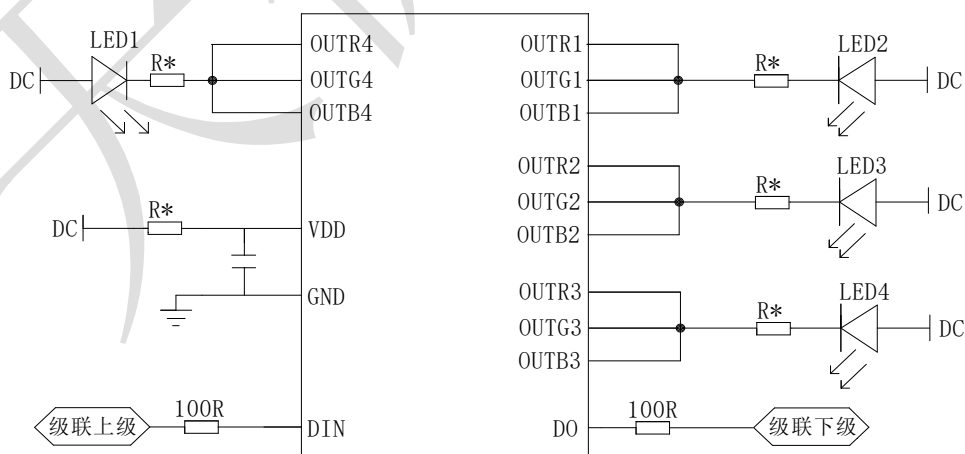

图8
- 另外，当负载端电压发生变化时，其输出电流的稳定性不受影响，如下图 8 所示。